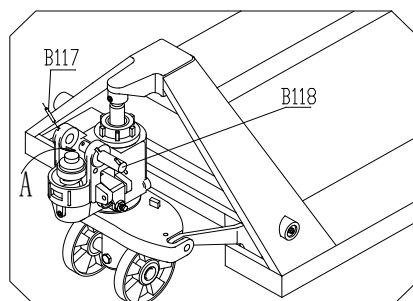

Рис. 1
- См. рис.1. Пружинный штифт B117 извлекается из осевого штифта B118 перед извлечением шкворня поворотной цапфы B118.